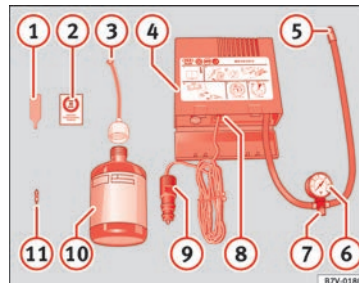

Fig. 63 Representación estándar: contenido del kit anti-pinchazos.
- Desenrosque la caperuza y el obús de la válvula del neumático. Utilice el aparato » » » fig. 63 ① para extraer el obús. Colóquelo en una superficie limpia.
- Agite con fuerza la botella de sellante de neumáticos » » » fig. 63 ⑩.
- Enrosque el tubo de inflado » » » fig. 63 ③ en la botella de sellante. El precinto de la botella se romperá automáticamente.
- Retire el tapón del tubo de llenado » » » fig. 63 ③ y enrosque el extremo abierto del tubo en la válvula del neumático.
- Vuelva a colocar el obús con el aparato » » » fig. 63 ① en la válvula del neumático.
- Enrosque el tubo de inflado del neumático del compresor » » » fig. 63 ⑤ en la válvula del neumático.
- Compruebe que el tornillo de evacuación de aire está cerrado » » » fig. 63 ⑦.
• Acople el conector » fig. 63 ⑨ a toma de corriente de 12 voltios del vehículo » pág. 184.
• Conecte el compresor de aire con conmutador ON/OFF » fig. 63 ⑧.